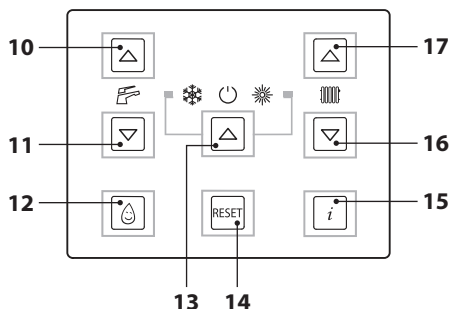
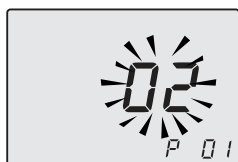
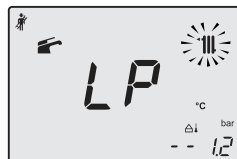
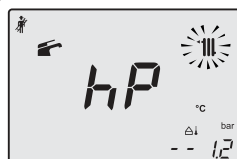

Рисунок 9.8
Рисунок 9.9
Рисунок 9.10
Рисунок 9.11
- Войдите в "режим программирования", нажав одновременно и удерживая в течение 10 секунд кнопки 13-16-17 (Рисунок 9.8), до появления на ЖК дисплее кода **P01** и значения параметра, которые указывают на вход в "параметр 01" (Рисунок 9.9).
- Нажать одновременно кнопки 16 и 17 (Рисунок 9.8) до появления на ЖК-дисплее кода **LP**, сменяющегося значением минимальной температуры воды (например, **45**), что указывает на вход для активации "режима трубочист" при минимальной мощности горячего водоснабжения (Рисунок 9.10).
- Нажать одновременно кнопки 16 и 17 (Рисунок 9.8) до появления на ЖК-дисплее кода **hP**, сменяющегося значением минимальной температуры воды для отопления (например, **32**), что указывает на вход для активации "режима трубочист" при минимальной мощности отопления (Рисунок 9.11).
- Снова нажав одновременно в течение 10 секунд кнопки 13-16-17 (Рисунок 9.8), можно выйти из "режима трубочист" и вер-